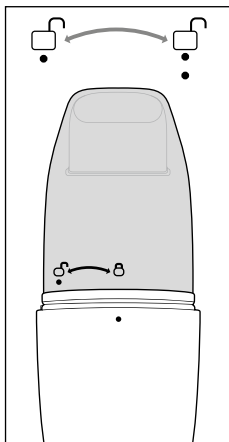
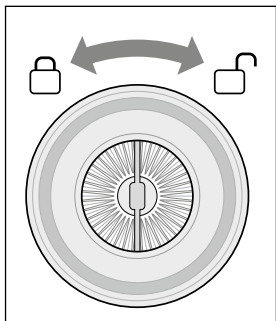

Fig. 6
Fig. 9
1. Quand vous ouvrez le bac à poussière **3**, veillez aux repères ● situés sous le symbole □ du bac à poussière **3** et sur le bord de l'appareil. Tenez l'appareil au niveau de la poignée **9** et tournez le bac à poussière **3** jusqu'à ce que les deux repères se trouvent l'un au dessus de l'autre (voir fig. 6).
6. Remettez le bac à poussière **3** sur l'appareil. Veillez à ce que les deux repères ● situés sous le symbole □ du bac à poussière **3** et sur le bord de l'appareil se trouvent l'un au-dessus de l'autre (voir fig. 6). Tournez le bac à poussière **3** jusqu'à ce que le repère ● sur le bord de l'appareil se trouve en dessous du symbole □ du bac à poussière **3** et que le bac à poussière **3** s'enclenche de manière audible dans l'appareil.
- ▶ Remplacez régulièrement le filtre à poussière ⑤ pour garantir un fonctionnement impeccable et hygiénique de l'appareil.
1. Sortez le filtre à poussière ⑤ avec le boîtier du filtre ④ du bac à poussière ③ (voir chapitre **Vider le bac à poussière**).
2. Veillez au symbole de cadenas sur le couvercle du filtre à poussière ⑤. Tournez le filtre à poussière ⑤ vers la droite en direction de ☐ et sortez-le ensuite du boîtier du filtre ④ (voir fig. 9 et 10).
- ▶ Lorsque vous souhaitez remplacer le filtre à poussière ⑤, passez les étapes 3 et 4. Allez directement à l'étape 5.
3. Tapotez le filtre à poussière ⑤ et le boîtier du filtre ④ dans une poubelle.
4. Nettoyez le filtre à poussière ⑤ et le boîtier du filtre ④ à l'eau du robinet et laissez-les ensuite entièrement sécher à l'air libre.
5. Remplacez le filtre à poussière ⑤ dans le boîtier du filtre ④ et tournez-le vers la gauche dans le sens  jusqu'à ce qu'il soit bien fixé dans le boîtier du filtre ④ (voir fig. 9).
6. Insérez à nouveau le filtre à poussière ⑤ avec le boîtier du filtre ④ dans le bac à poussière ③. Veillez à ce que le filtre à poussière ⑤ soit bien droit dans le bac à poussière ③ et à ce que la lèvre en caoutchouc entoure bien le bac à poussière ③.
7. Remettez le bac à poussière ③ sur l'appareil. Veillez à ce que les deux repères ● situés sous le symbole  du bac à poussière ③ et sur le bord de l'appareil se trouvent l'un au-dessus de l'autre (voir fig. 6). Tournez le bac à poussière ③ jusqu'à ce que le repère ● sur le bord de l'appareil se trouve en dessous du symbole  du bac à poussière ③ et que le bac à poussière ③ s'enclenche de manière audible dans l'appareil.